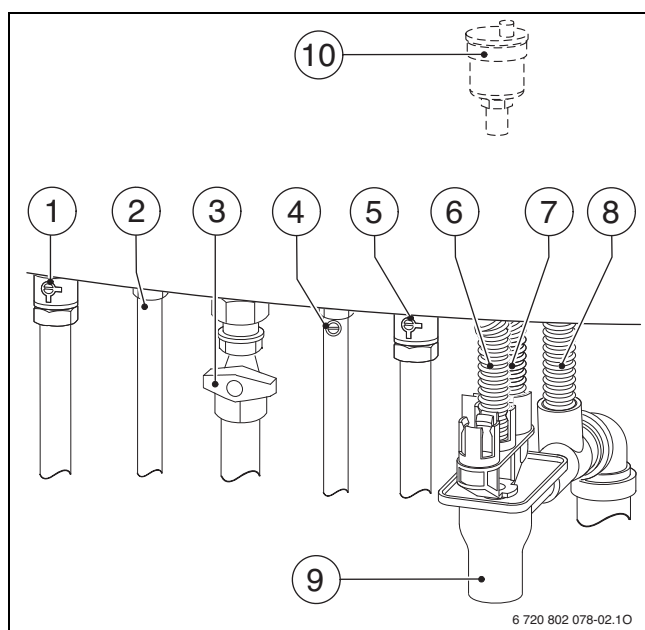

Fig. 53 Raccordements
- Ouvrir le robinet de départ du chauffage et le robinet de retour du chauffage (→ fig. 53, [1] et [5]).
- Ouvrir le purgeur automatique (laisser ouvert) (→ fig. 53, [10]).
- Ouvrir le robinet de gaz (→ fig. 53, [3]).